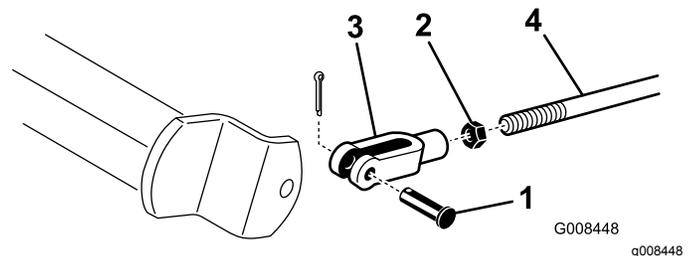

Figura 45
- A. Desconecte las varillas de los frenos retirando el pasador y la chaveta (Figura 45).
- B. Afloje la contratuerca y ajuste la horquilla (Figura 45).
- C. Monte la horquilla en el eje del freno (Figura 45).